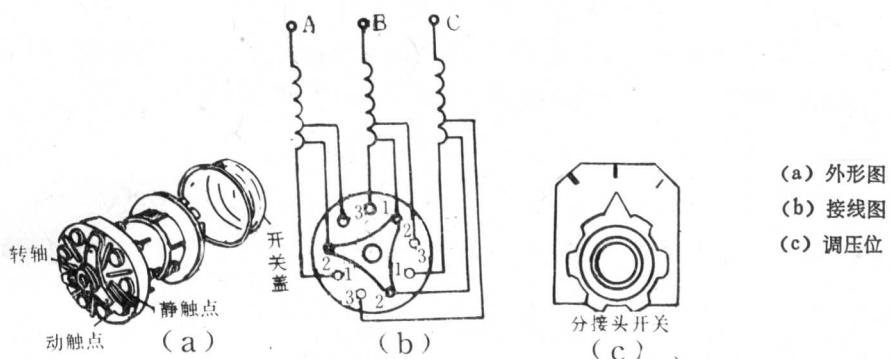

图 8-1-3 配电变压器调压分接开关
**4. 电压切换器（调压分接开关）** 图8-1-3是配电变压器油箱顶盖上的电压调整设备，叫做电压切换器。也叫调压分接开关。它是从变压器每相高压绕组尾端不同匝数的地方抽出的三个头，分别接到调压分接开关的几个触头上，转动开关，就可以改变高压绕组的匝数，从而改变电压比，使低压侧获得较为理想的电压值。调压分接开关上有“Ⅰ”、“Ⅱ”、“Ⅲ”三个档位，在正常情况下放在“Ⅱ”位置上。若使低压侧电压升高时，可转动到“Ⅲ”位置。要使低压侧电压降低，可转动到“Ⅰ”位置。一个档位的调压范围为±5%。对于10/0.4kV电压等级的变压器，低压侧电压可以调整约20V。应该注意的是，调压一定要在变压器停电时进行。在调档前后，应作直流电阻测量，核对无误后方可送电。要防止接点在似接非接状态下工作而烧毁设备。